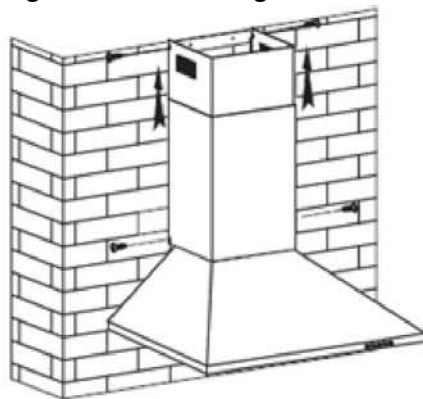

Abb. 6
8. Passen Sie die Höhe des Innenabzugs entsprechend der Position der Innenabzug- Halterung an und befestigen Sie ihn mit Schrauben. Siehe Abb. 6